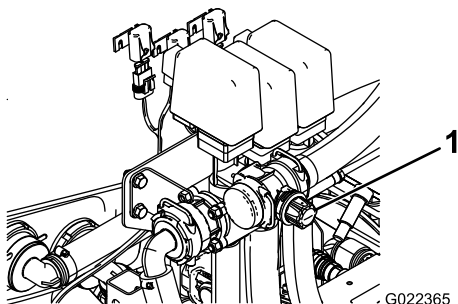

Figura 39
9. Regolate la valvola di bypass dell'agitatore (Figura 39) sul retro della valvola dell'agitatore fino a quando il valore della pressione sul misuratore corrisponde a 7 bar.